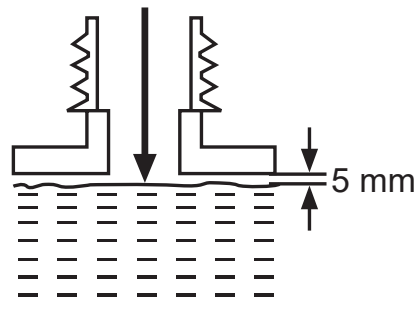

Fig. 8
4. Ajouter le carburant approprié dans le réservoir de carburant. Laisser un espace de 5 mm minimum entre le niveau du carburant et le bord intérieur du réservoir pour permettre la dilatation du carburant (Fig. 8).